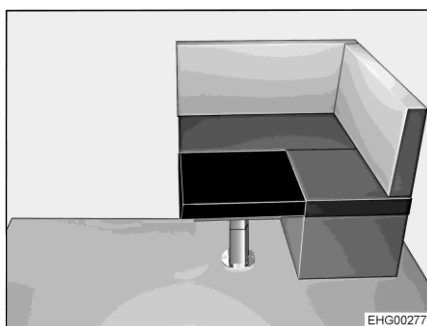

Fig. 55 Après la transformation
- Poser le coussin supplémentaire sur le plateau de table (Fig. 55).